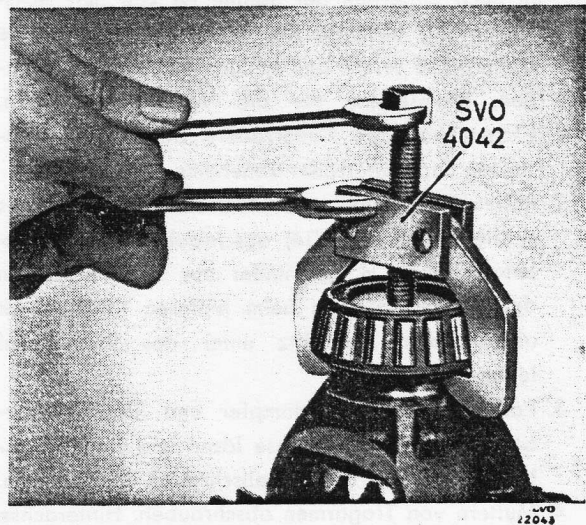

Bild 5-27. Ausbau des Ausgleichgetriebegehäuselagers
3. Ausgleichgehäuse-Lager (13 u. 31) mit Abziehvorrichtung SVO 4042 abziehen, siehe Bild 5-27. Darauf achten, dass keine Ausgleichscheiben verloren gehen.